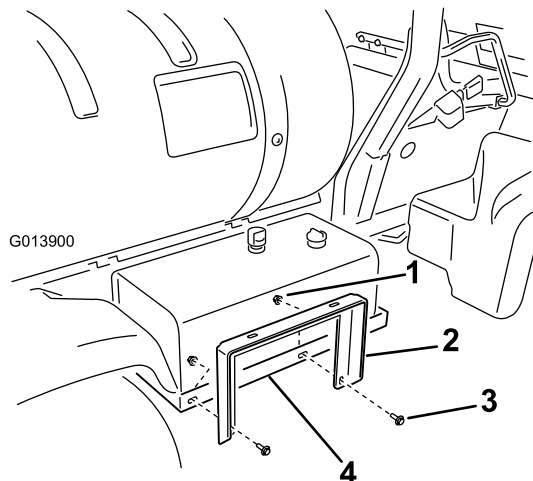

Figure 8
1. Fixez le support du dévidoir au support de la cuve hydraulique (Figure 8) à l'aide de 2 boulons à embase (3/8 x 1 pouce) et de 2 écrous à embase (3/8 pouce). Ne serrez pas complètement les écrous pour permettre un ajustement ultérieur.
3. Fixez le support du dévidoir aux barrettes de maintien (Figure 8) à l'aide de 2 boulons à embase (3/8 x 1 pouce) et de 2 écrous à embase (3/8 pouce).